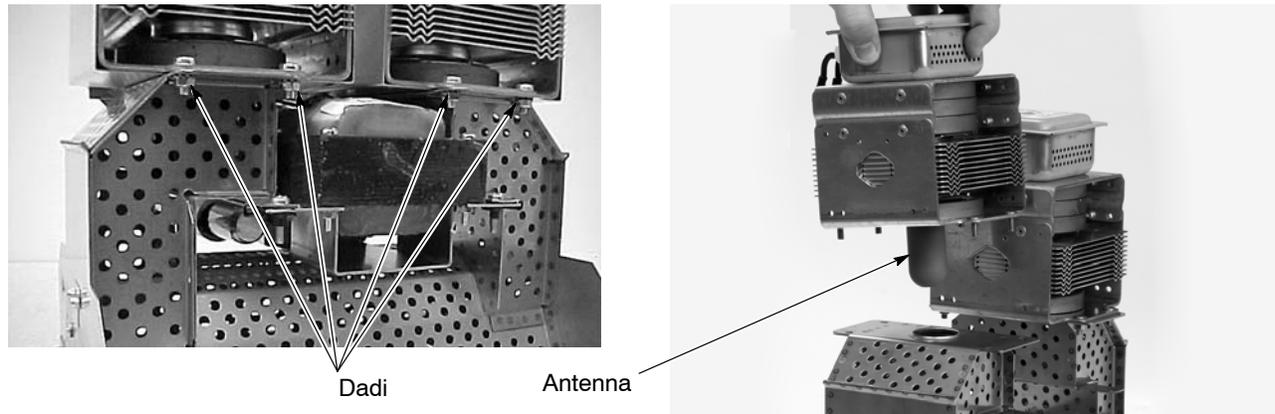

Figura 6-19 Smontaggio del magnetrone
4. Vedi figura 6-19. Togliere i quattro dadi che fissano ciascun magnetrone alla guida d'onda. Smontare i magnetroni. Mettere da parte i dadi per riutilizzarli.
5. Vedi figura 6-19. Controllare che la guarnizione attorno all'antenna del nuovo magnetrone sia scorrevole e priva di corpi estranei.